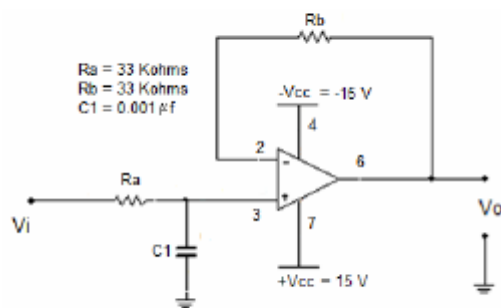

Figura 1. Filtro pasa bajas.
- a) Calcule la frecuencia de corte para el circuito de la figura 1
- b) Simule el circuito de la figura 1 en el multisim